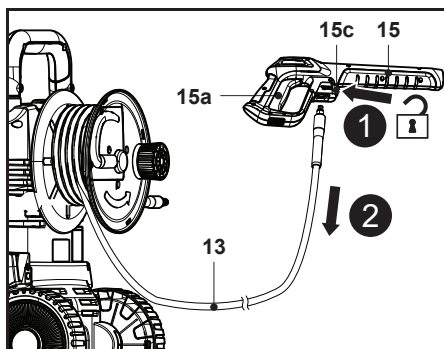

Fig. 8
3. Para desligar a mangueira de pressão (13) da pistola de pulverização (15), empurre a patilha de liberação rápida (15c) em direção à mangueira de pressão (13) e mantenha-a premeida e, em seguida, puxe a mangueira de pressão (13) (Fig. 8, passos 1, 2).